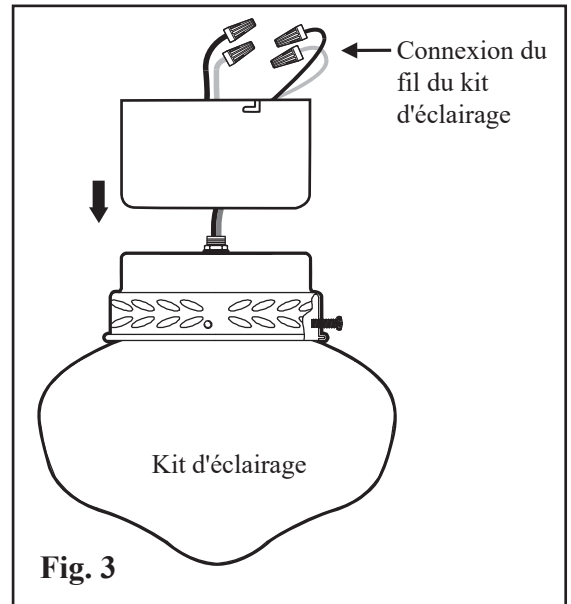

Fig. 3
1. Con el receptor dentro de la carcasa del interruptor, pase los cables de su kit de luz a través del orificio en el centro de la carcasa del interruptor hasta que los cables estén visibles en la parte superior del receptor. (Fig. 3). El kit de luces se puede atornillar en su lugar. Tenga cuidado de no torcer los cables.
1. Avec le récepteur à l'intérieur du boîtier du commutateur, tirez les fils de votre kit d'éclairage à travers le trou au centre du boîtier du commutateur jusqu'à ce que les fils soient visibles sur le dessus du récepteur. (Fig.3). Le kit d'éclairage peut ensuite être vissé en place. Faites attention de ne pas tordre les fils.